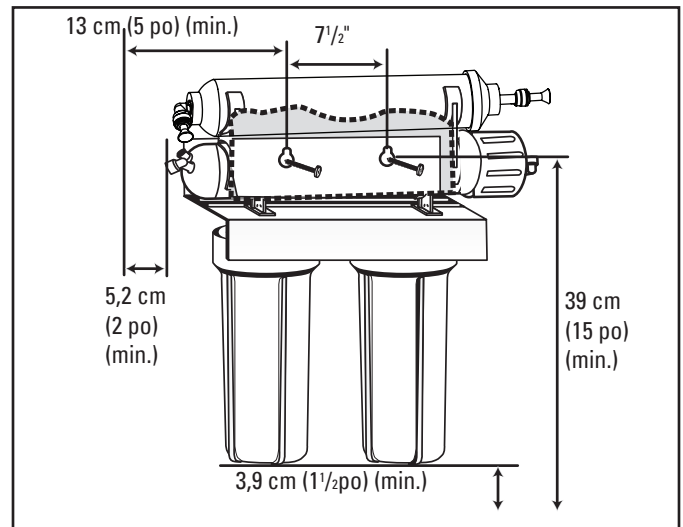

Figure 11
- A) Si le système est installé sous l'évier de cuisine, placez-le sur le mur arrière ou le mur de droite. Assurez-vous d'avoir suffisamment d'espace pour l'installation (Figure 11). Pour changer les cartouches du filtre, il faut un dégagement minimum de 4 cm sous les boîtiers de filtre. Il faut aussi un dégagement minimum de 5,2 cm du côté gauche de l'unité ou 15 cm depuis le trou de vis de montage du support gauche.